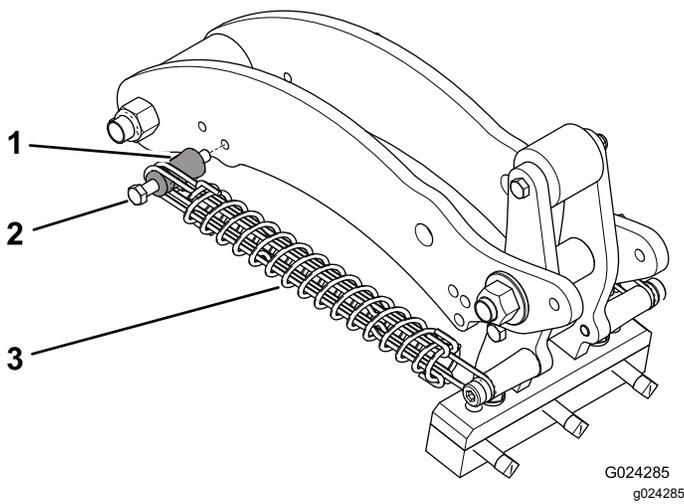

Рисунок 40
4. Отверните гайку крепления болта пружинодержателя к рычагу (Рисунок 39 или Рисунок 40).
5. Снимите болт пружинодержателя и пружинодержатель с рычага и переставьте их в другое регулировочное отверстие (Рисунок 39 или Рисунок 40).